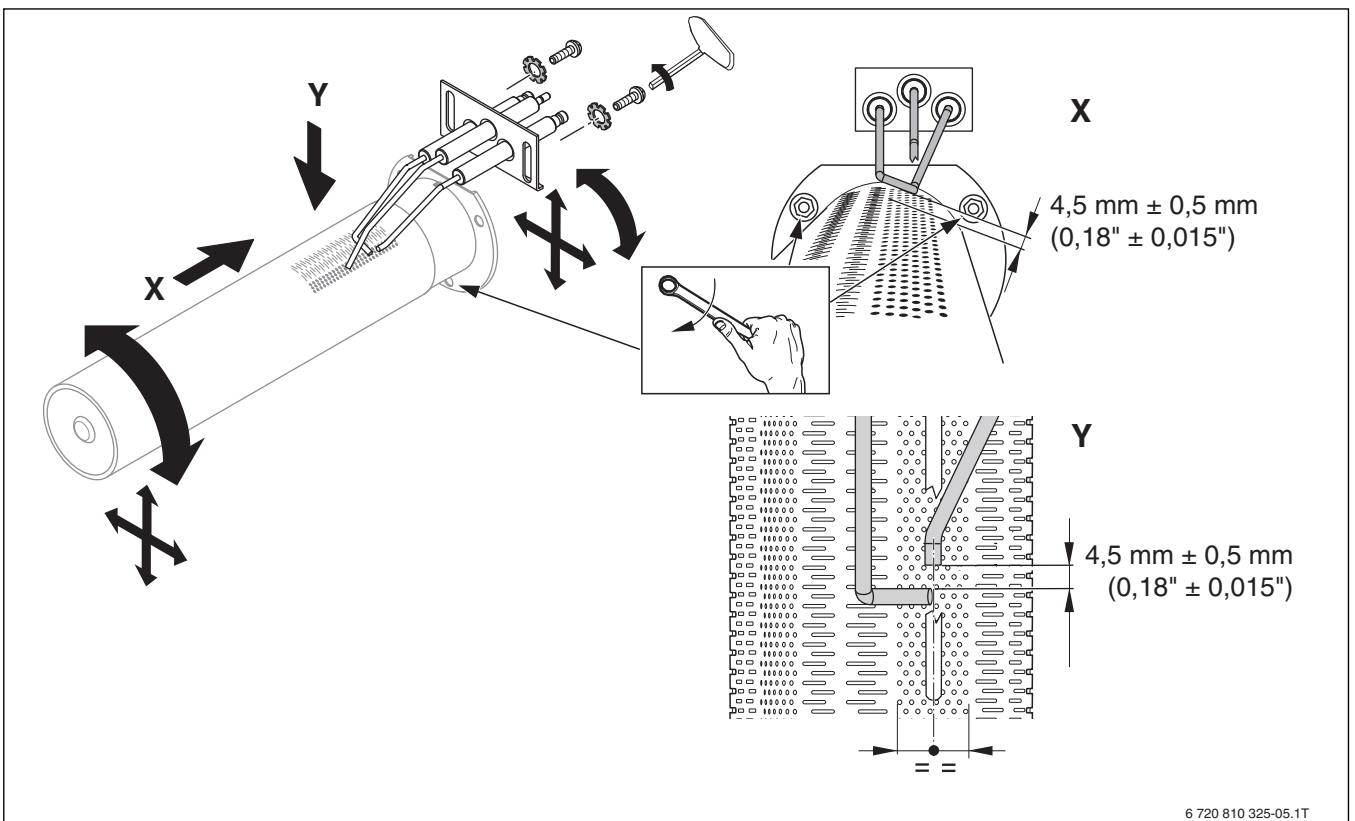

Рис. 65 Регулировка положения электродов (обзор)
- ▶ Измерьте расстояния от электродов до стержня горелки согласно → рис. 65 и при необходимости отрегулируйте их, смещая электрод в продольных отверстиях.
- ▶ Отрегулируйте стержень горелки так, чтобы положение электродов соответствовало → рис. 65. Электроды располагаются по центру перфорированного листа.
Отрегулируйте электроды в соответствии с рис. 65 на стр. 43.
- ▶ Проверьте расстояние между запальными электродами по → рис. 65 (возможно обгорание). Изгиб электродов не допускается.